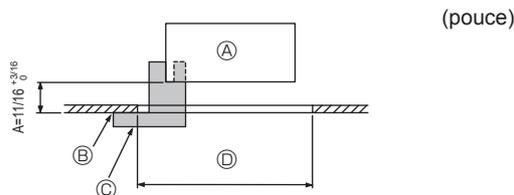
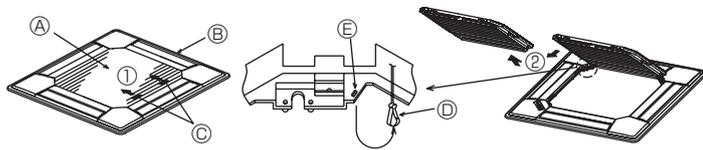
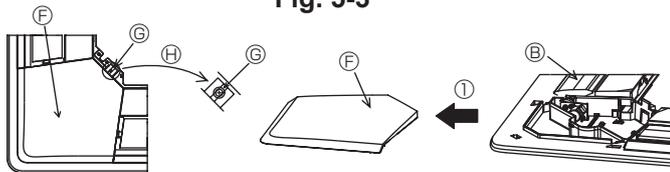

Fig. 5-2
Fig. 5-3
Fig. 5-4
①	Grille	1	950 × 950 (mm), 37-3/8 × 37-3/8 (pouces)
②	Vis avec rondelle captive	4	M5 × 0,8 × 25
③	Jauge	1	(Divisée en quatre parties)
④	Attache	3
⑤	Vis	4	4 × 8
⑥	Vis	1	4 × 12
5.2. Préparation avant d'attacher la grille (Fig. 5-2)
- A l'aide de la jauge ③ fournie avec ce kit, régler et vérifier la position de l'appareil par rapport au plafond. Si l'appareil n'est pas correctement positionné, il y aura des risques de fuites d'air et de la condensation pourrait s'accumuler.
- Ⓒ Jauge ③ (insérée dans l'appareil)
5.2.1. Retrait de la grille d'admission (Fig. 5-3)
- Pour ouvrir la grille d'admission, faire glisser les leviers dans le sens indiqué par la flèche ①.
- Lorsque la grille se trouve en position "ouverte", retirer la charnière de la grille d'admission comme indiqué par la flèche ②.
5.2.2. Retrait du panneau en coin (Fig. 5-4)
- Retirer la vis du coin du panneau en coin. Faire glisser le panneau comme indiqué par la flèche ① pour le déposer.
[Fig. 5-3, 5-4]